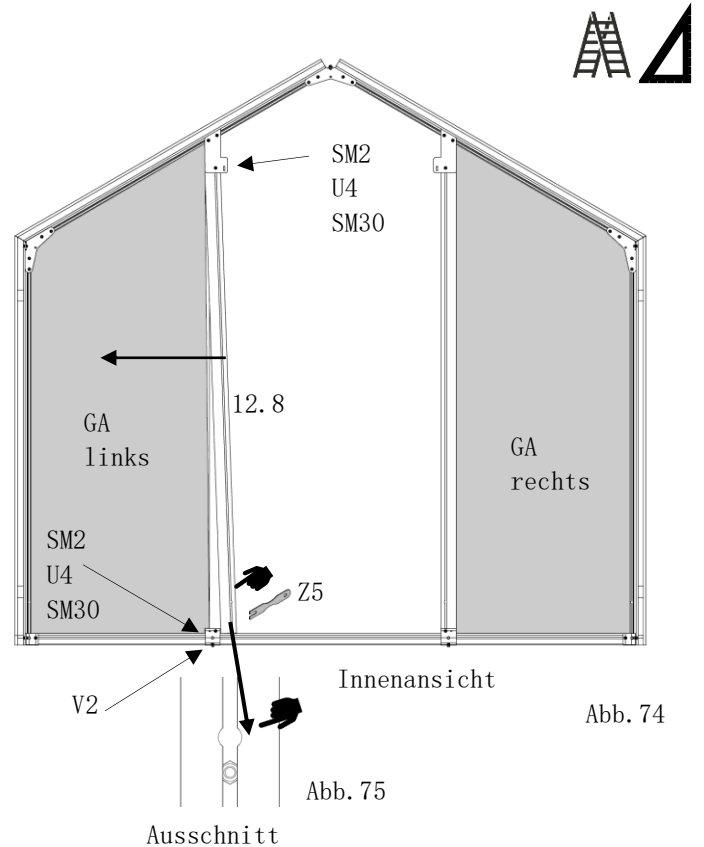

Abb. 74
- die Verschraubungen (Pos. SM2/U4/SM30) werden festgezogen! (Abb. 74)